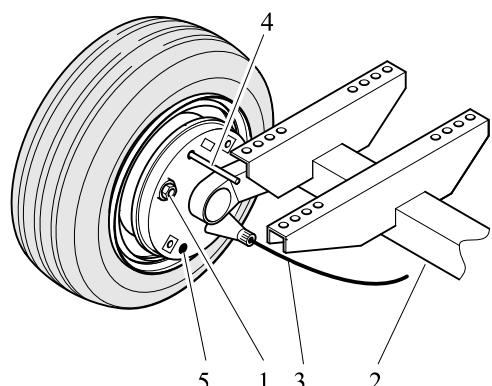

Fig. 5.5 Justering af bremsebakker
Kompressoren løftes og understøttes. Sørg for, at alle bremser er slæbt fra (påløbsbremse og håndbremse). Bremsekablerne må ikke være stramme. Bloker hjulbremsens drejekamskive fra ydersiden ved hjælp af en tap Ø 4 mm (4) gennem hullet som vist på fig. 5.5.